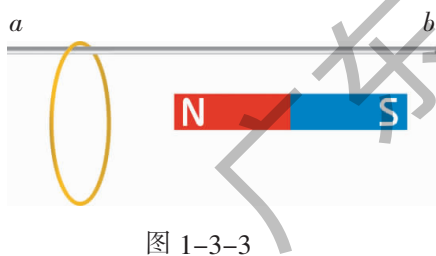

图 1-3-3
**例 1：**如图 1-3-3 所示，一铝制导体圆环竖直固定在水平光滑杆  $ab$  上，当把条形磁铁的 N 极向左插向圆环时，圆环中产生的感应电流方向如何？如果把条形磁铁从圆环中向右抽出时，圆环中产生的感应电流方向又如何呢？